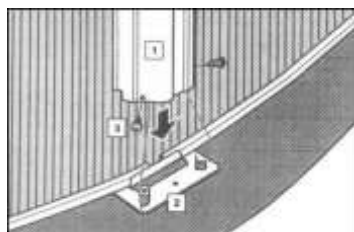

fig. 27
a. Alinee la parte inferior de uno de los perfiles verticales (VER) (1), con las dos pequeñas lengüetas de las placas base T1 (2). Las lengüetas deben quedar al interior del perfil vertical, fig. 27.
b. Alinee los orificios para colocar los tornillos TO2 (3), a ambos lados del perfil vertical, asegurándose que se fijan en los agujeros de las lengüetas de la placa T1 (2), fig. 27. **MUY IMPORTANTE: NO ANCLAR LAS**